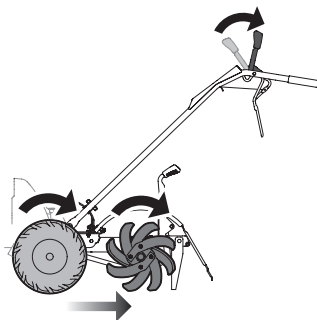

Figure 18
- c. Lorsque le motoculteur est en marche arrière, les dents tournent vers l'arrière. Voir Figure 18.